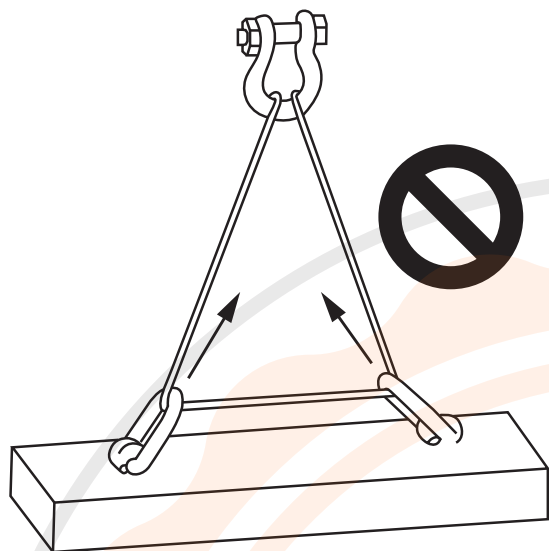

Figura 5.
- Cuando se utilicen dos o más eslingas, asegúrese que las fuerzas entre los ramales se calculen usando el ángulo desde la horizontal hasta el ramal, y seleccione el cáncamo soldable de tamaño adecuado (Figura 5).